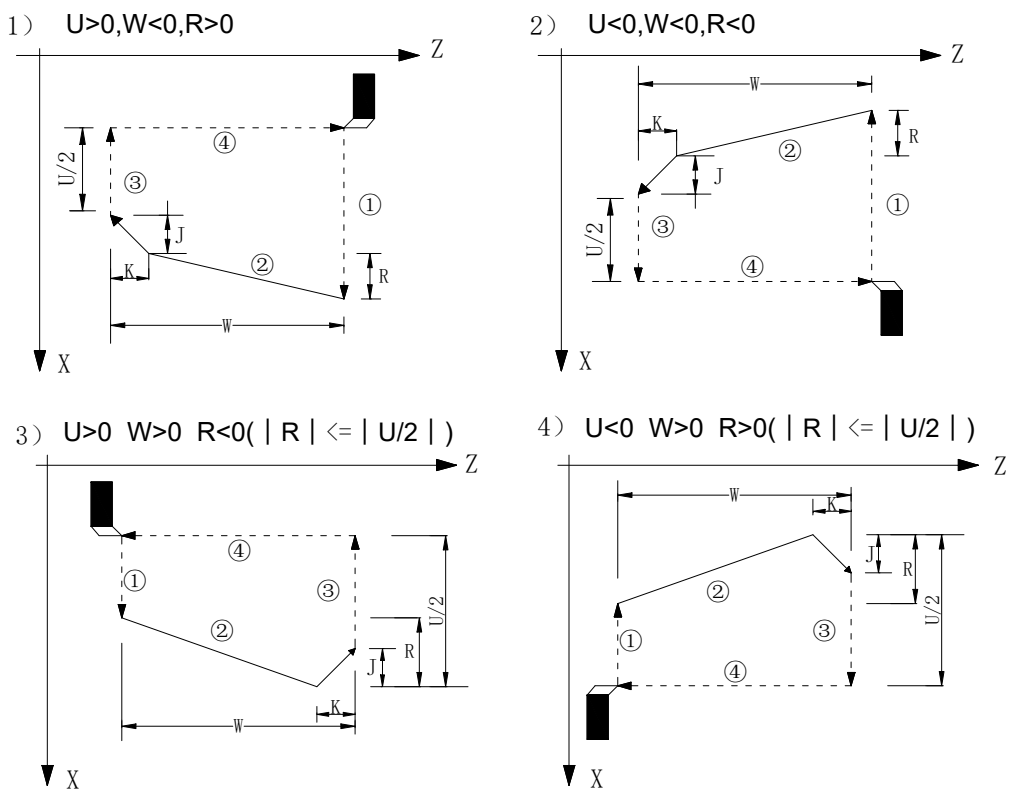

图3-46
- U、W 的符号决定了 $A \rightarrow C \rightarrow D \rightarrow E$ 的方向，R(i) 的符号决定了 $C \rightarrow D$ 的方向。U、W 的符号有四种组合方式，对应四种加工轨迹，见图3-46。